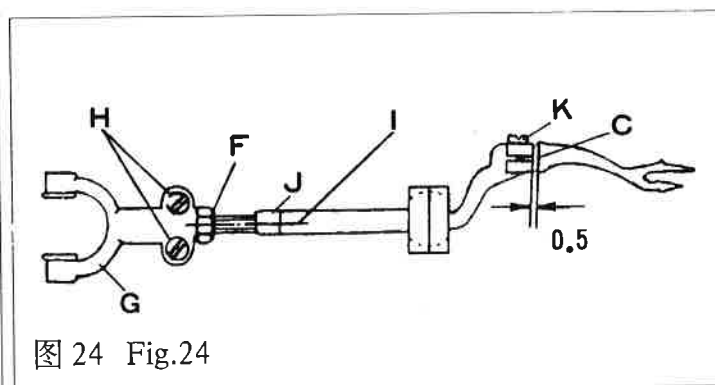

图 24 Fig.24
② 前后位置调整(图24) 旋松钩线叉杆“I”后部调节螺母“F”两只螺钉“H”,转动钩线叉杆一周,使钩线叉随之产生前后方向的位移来达到上述要求。
③ 经上述调整,前后位置尚未达到最佳状态,可旋松钩线叉紧固螺钉“K”,微量移动钩线叉的前后位置以达到最佳状态。微量调节时钩线叉杆前端面与钩线叉轴肩“C”之间间隙不大于0.5毫米。
(4) Positioning of location of thread hook
② The front and back position of thread hook (Fig.24)